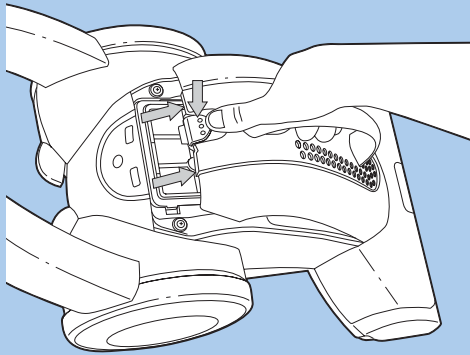

Fig. 6
- 15 **If the cleaner is plugged in but the cleaner will not turn on** and no indicators illuminate, check to ensure that the bag cover (Fig. 6) is securely in place. If it is not, latch it correctly and turn on the cleaner.
- 17 Push the bag cover latch and remove the cover as shown (Fig. 6).
- 15 **Si l'aspirateur est prisé mais ne s'allume** pas et si aucun témoin ne s'allume, vérifiez que le couvercle de sac (Fig. 6) est bien assujéti en place. S'il ne l'est pas, verrouillez-le correctement et allumez l'aspirateur.
- 17 Poussez le verrou du couvercle de sac et retirez-le de la manière illustrée (Fig. 6).
- 15 **Si la aspiradora está enchufada pero no se enciende** y no se iluminan los indicadores, verifique que la cubierta de la bolsa (Fig. 6) esté firmemente colocada en su sitio.
- 17 Presione la traba de la cubierta de la bolsa y retire la cubierta como se muestra (Fig. 6).